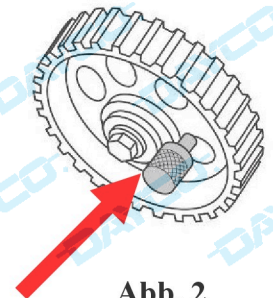

Abb. 2
- Der Blockierzapfen (VAG Nr. 2064) des Ritzels der Einspritzpumpe muss korrekt eingeführt sein (Abb. 2).